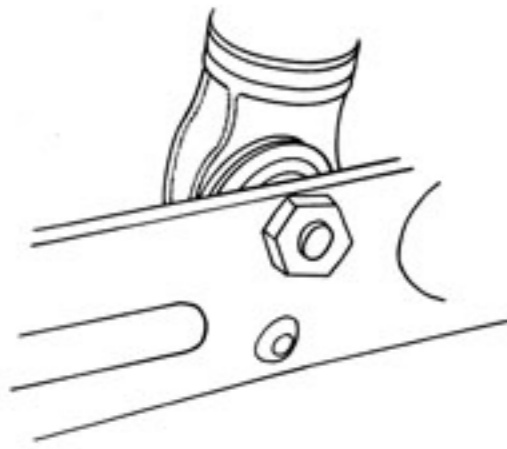

Fig. 1
- Débloquer les contre-écrous des axes de fixations inférieures des amortisseurs (clé plate de 13 mm, Fig. 1).